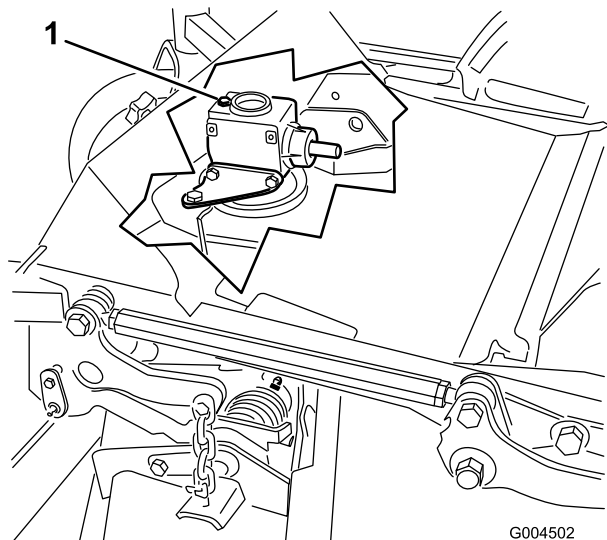

図 40
6. ギアボックスの上部についているディップスティック兼給油プラグ(図 40)を取り、オイルの量が、ディップスティックについている2本のマークの間にあることを確認する。
6. ギアボックスの上部についているディップスティック兼給油プラグ(図 40)を取る。